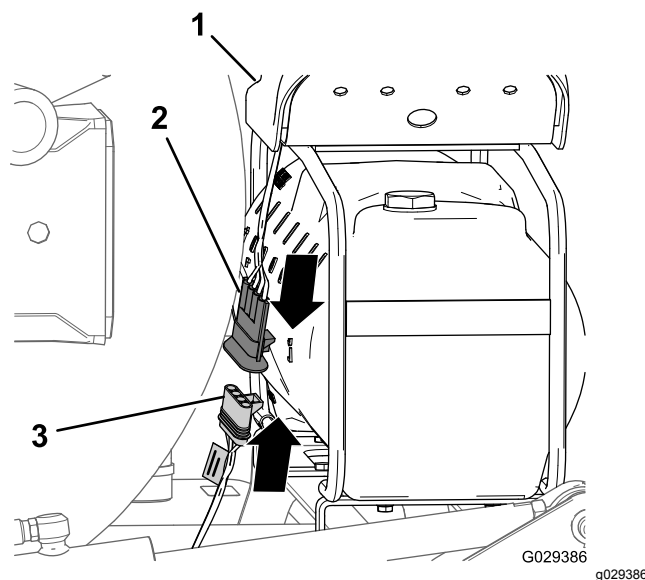

Figura 172
- No final da secção de 236 cm da cablagem, alinhe o conector de 4 tomadas da cablagem do kit de acabamento com o conector de 4 pinos da cablagem do compressor (Figura 172).
- Instale o conector de quatro pinos no conector de quatro tomadas (Figura 172).